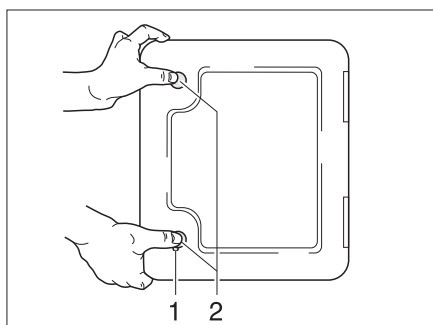

Fig. 163 Portillon pour la toilette à cassette
- Ouvrir le portillon pour la cassette à l'extérieur du véhicule. Insérer pour cela la clé dans le barillet du verrou de pression (Fig. 163,1) et la tourner d'un quart de tour.
- Appuyer du pouce et simultanément sur les deux verrous de pression (Fig. 163,2) et ouvrir le portillon pour la cassette.